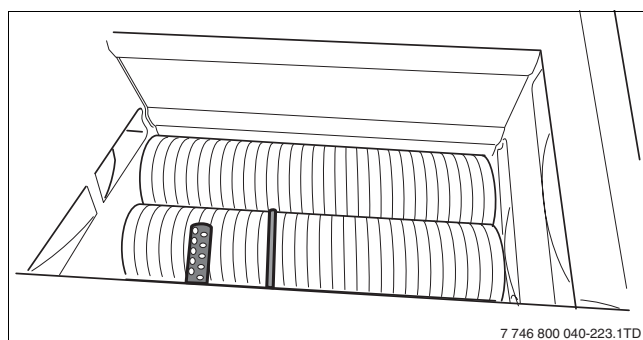
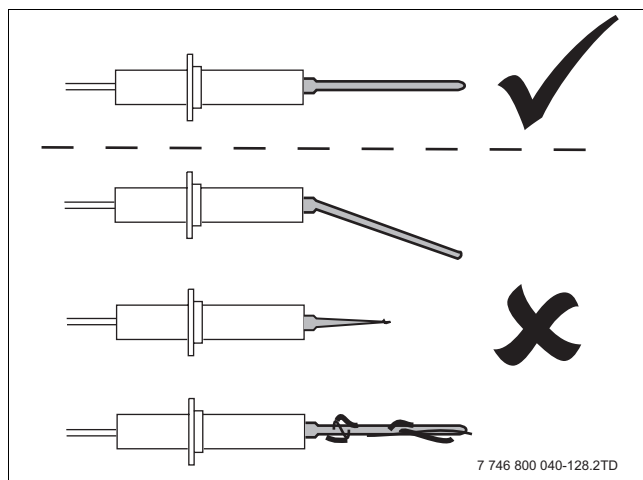
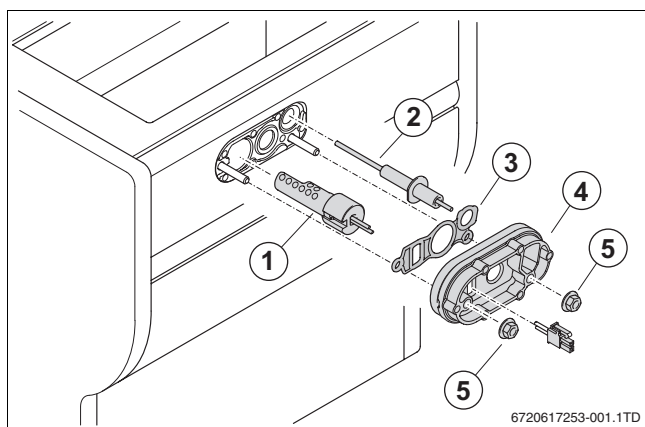

Bild 89 Kontrollera glödtändare och joniseringselektrod
Bild 90 Kontrollera joniseringselektroden
Bild 91 Byta tändanordning
- Kontrollera tändenhetens olika delar (→ bild 91) separat avseende slitage, skador eller nedsmutsning (→ bild 89 och bild 90).